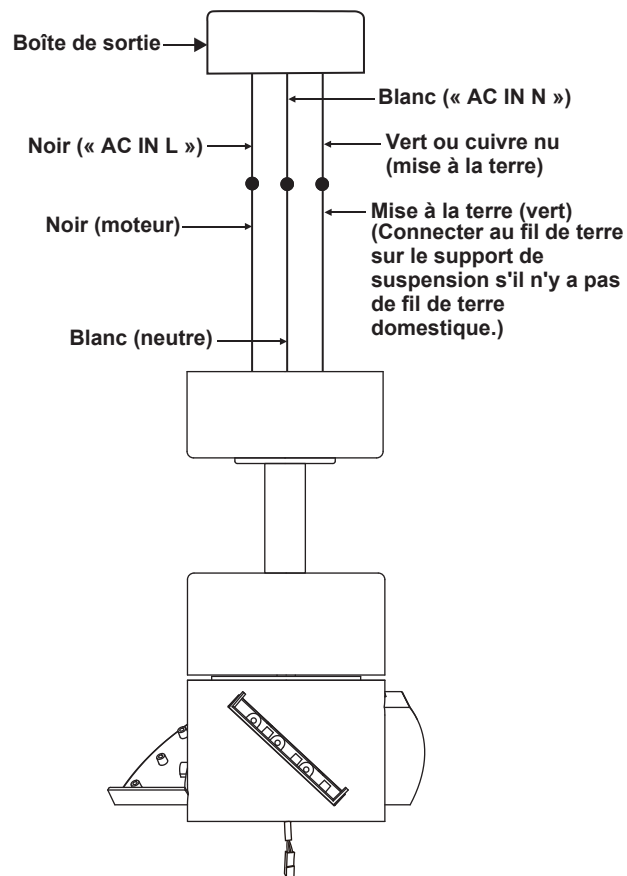

Figure 11
2. Raccordez le fil neutre du ventilateur (blanc) au fil neutre blanc du secteur. (Fig. 11)